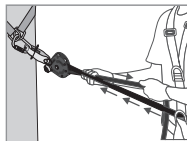
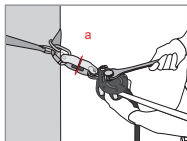

Fig. 3
Fig. 4
När du har monterat livlinan måste du göra en förinställning av spänningen genom att för hand dra i linan (vid linans ände – Bild 3). Då bör kammen (8) och kamspaken (4) automatiskt komma i kontakt med linan. Fäll ned kamspaken (4) och använd sedan en lämplig nyckel för att ställa in spänningen på spänningsjusteringsstiftet (1) till dess att spänningsindikatorns bricka (a) som sitter på spänningsindikatorn (2) roterar fritt (Bild 4). **SLUTA ATT DRA ÅT** så fort bricken rör sig fritt! Förspänningen bör ligga på omkring 1 kN. Vid användning ska du kontrollera denna spänning (att spänningsindikatorns bricka roterar) och justera den vid behov enligt ovanstående beskrivning.
**WARNING!** Försök inte att minska spänningen på spänningsjusteringsstiftet (1) med nyckeln eftersom kammen (8) står emot lossning och vridningar motsols. Om spänningsjusteringsstiftet lossas för mycket kan det få negativa konsekvenser på systemets funktion och linans skick.